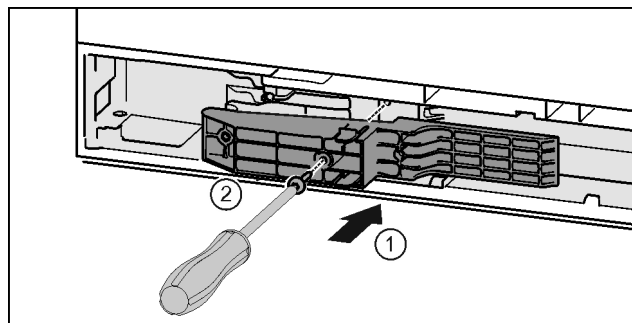

Fig. 45 *
- ▶ Helyezze be az illesztődarabot a nyílásba a fogantyú felőli oldalon. Fig. 45 (1)*
- ▶ Húzza meg a csavarokat a T15 csavarhúzóval. Fig. 45 (2)*